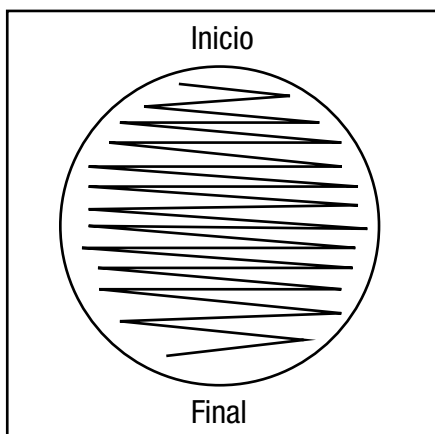

图 1: 3M Petrifilm SALX 测试片上的划线图形
3. 打开 3M Petrifilm SALX 测试片，并在凝胶上划线 (图 E)。单次划线可获取隔离菌落 (图 1)。